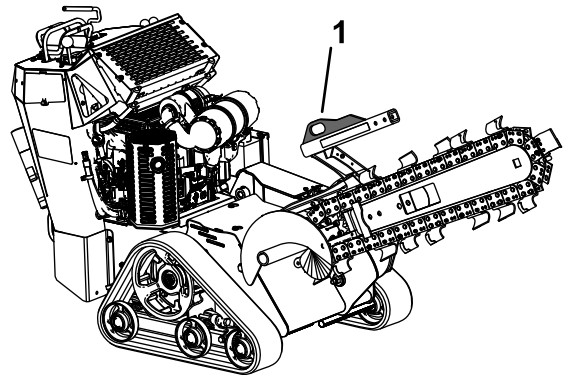

図 17
- マシンの前後にあるロープ掛けポイントを利用して、ロープやチェーンなど適切なものでトレーラに機体を固定する 図 17 と 図 18。ロープ掛けや積荷固定についてはそれぞれの地域の法令などを順守してください。
ロープ掛けポイントを吊り上げポイントとして利用することができます 図 17 と 図 18。